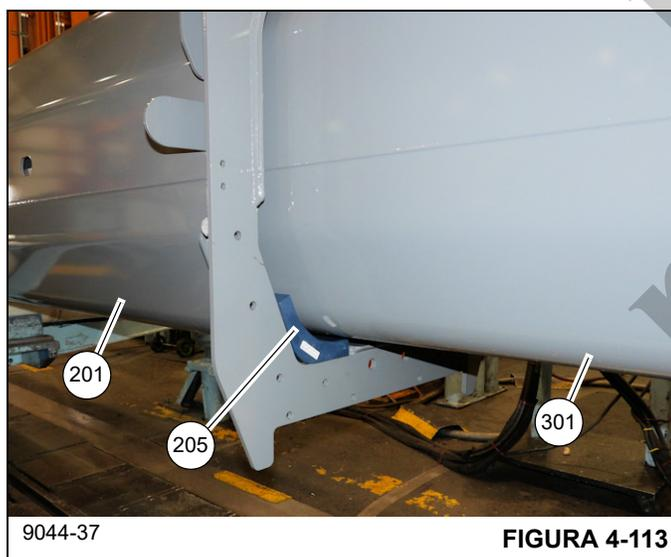

FIGURA 4-113
72. Insira o telescópio 2 (301) no telescópio 1 (201) até que todas as placas de desgaste em torno da parte traseira do telescópio 2 estejam dentro do telescópio 1. Eleve um pouco o telescópio 2 (301) e instale uma placa de desgaste (205) nos cantos inferiores esquerdo e direito (conforme orientados), entre o telescópio 1 (201) e o telescópio 2 (301) (consulte a Figura 4-113). Instale os parafusos de ajuste (244) e porcas (249) das placas de desgaste em cada lado do telescópio 1 (201), mas não aperte.